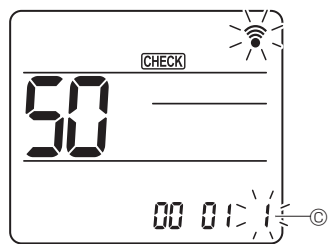

Fig. 6-19
- ④ Wybieranie numeru ustawienia
Przycisk [5] służy do zmieniania numeru ustawienia ③. (Fig. 6-19)